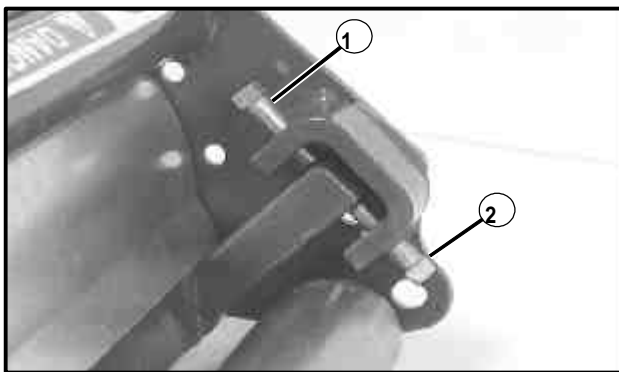

Figura 14
1. Allentare le viti di regolazione inferiori su ciascun lato ruotandole di circa ¼ di giro in senso antiorario (vedi Figura 14).